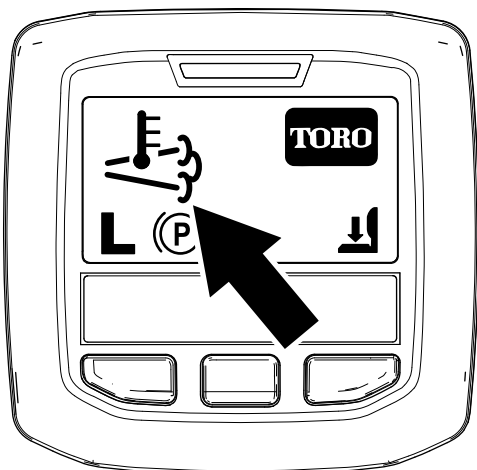

Figura 38
- L'icona della temperatura di scarico elevata viene visualizzata nell'InfoCenter (Figura 38).